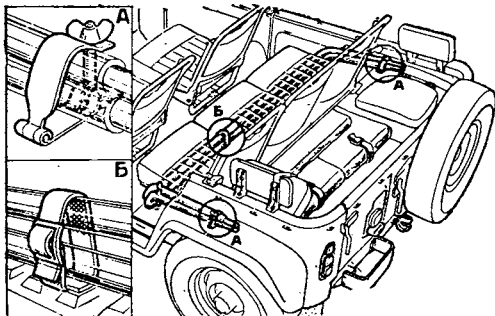

Рис. 135. Крепление дуг тента в кузове:
3. Закрепите дуги тента в походное положение в кузове автомобиля, как показано на рис. 135.